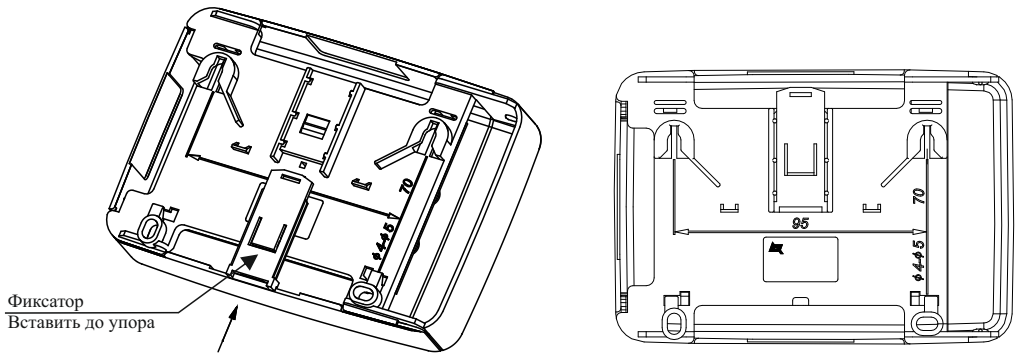

Рисунок 4
- в направляющие основания вставить фиксатор, входящий в комплектность (рисунок 4);